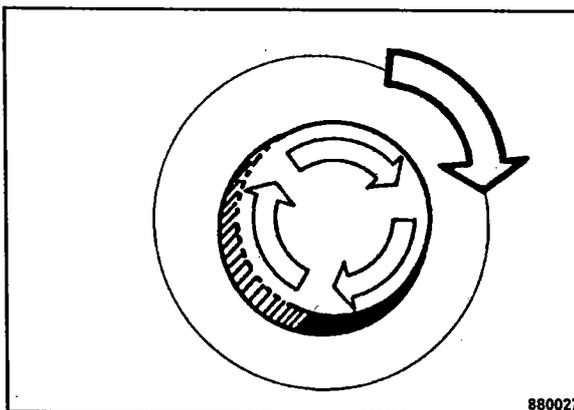

Fig. 71
- Para volver a arrancar hay que desbloquear el interruptor de parada de emergencia girándolo en el sentido de la flecha (Fig. 71).